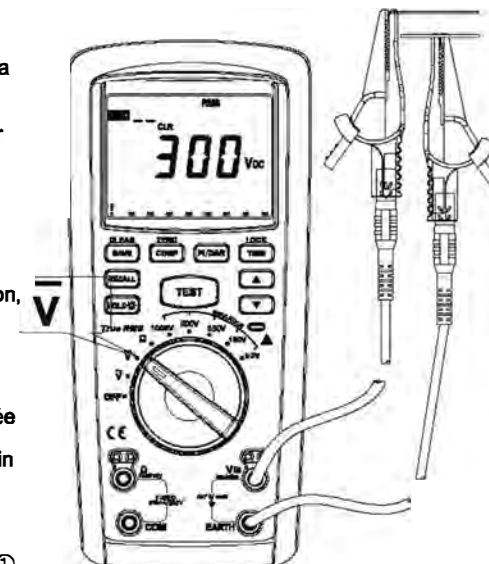

Figure 5
2. Mesure de tension DC (voir Figure 5)
- ① Insérez le cordon rouge dans la borne " $\sim V$ " et le noir dans la borne "EARTH".
- ② Placez le commutateur sur " $\sim V$ " et connectez les cordons en parallèle avec la source ou aux bornes de la charge à mesurer.
- ③ Lire la valeur de tension à l'écran
- ④ Pour mémoriser la valeur pendant le test, appuyez sur "SAVE".